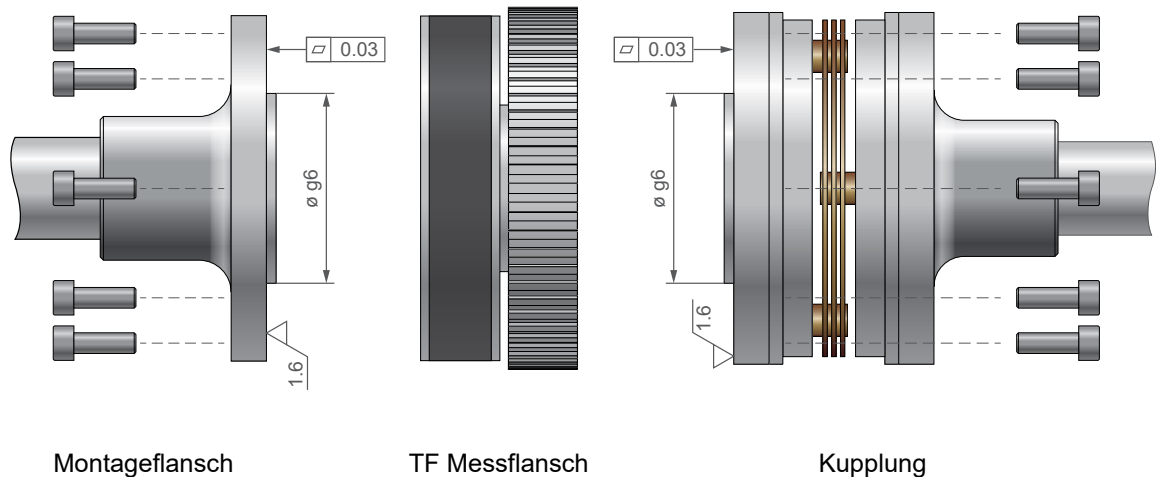

Bild 2-7 Montageflansch- und Kupplungsspezifikationen
- Zwecks optimaler Zentrierung des Drehmomentmessflansches, der Montageflansche und der Kupplungen ist ein Zentrierwerkzeug mit g6-Toleranz auf dem äusseren Durchmesser einzusetzen (siehe Bild 2-7).